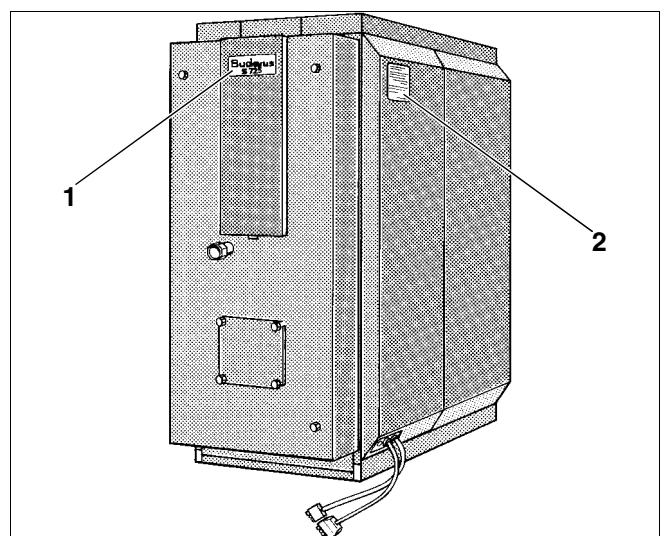

Fig. 22 Schemă de principiu
- Prindeți tăblița de identificare produs în partea din față a cazanului pe panoul frontal (Fig. 22, **Poz. 1**).
- Prindeți tăblița de identificare tip produs în partea laterală a cazanului (Fig. 22, **Poz. 2**).